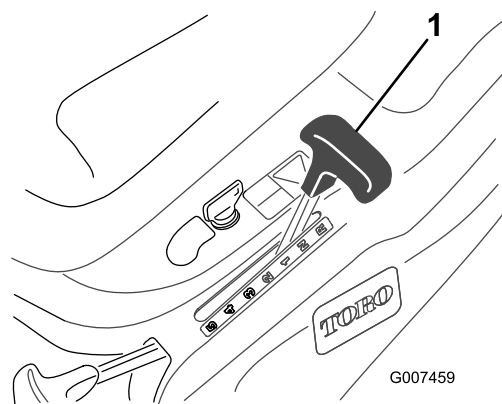

Figure 9
3. Mettez le levier de vitesse au point mort (N) (Figure 9).